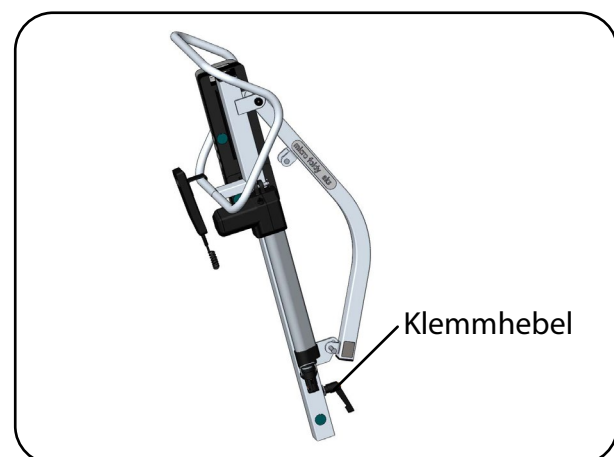

Abb.13.2.03 – Standmast
1. Bremsen Sie die beiden hinteren Laufrollen an der Bedienerseite, durch Betätigung des Tritthebels (Abb. 13.2.03) (siehe Kapitel Bedienung Abschnitt **Laufrollen**).
6. Schrauben Sie den Klemmhebel mit aufgeschobener Unterlegscheibe in den Standmast wieder (Abb.13.2.03).